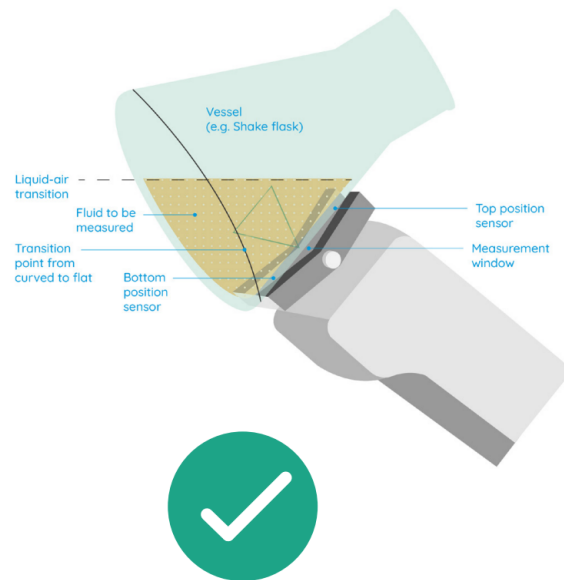

图 4 : OPTURA PALM 测量面正确对位
2. 将烧瓶牢固地顶在 OPTURA PALM 测量面上的两根黄铜定位销上（如图 4 所示）。此时将启动测量并发出提示音，表明测量正在进行中。